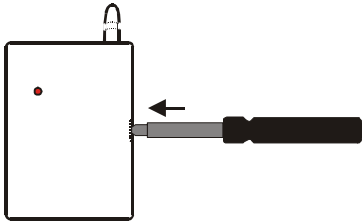

fig.7
- Öppna detektorn genom att pressa in låsningen enl. fig. 7